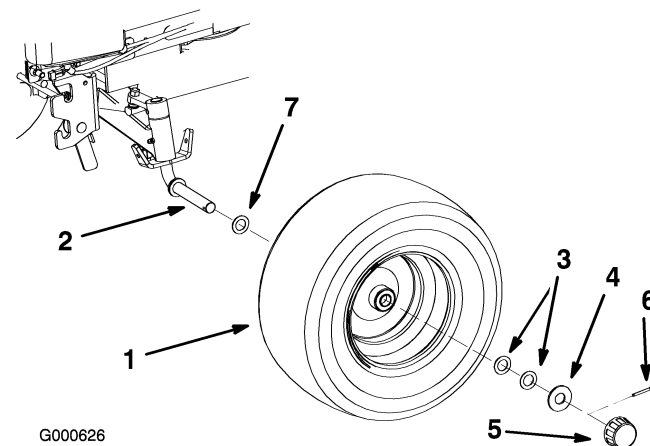

Figura 7
1. Togliete i pneumatici dalla cassa (Figura 7).
2. Montate una rondella sottile (20 mm) sull'assale (Figura 7).
3. Montate la ruota sull'assale con lo stelo della valvola all'interno (Figura 7).
5. Inserite la coppiglia nell'assale ed apritela piegandone le estremità (Figura 7).
6. Spingete il coperchietto sull'estremità dell'assale finché non scatta sopra la rondella (Figura 7).